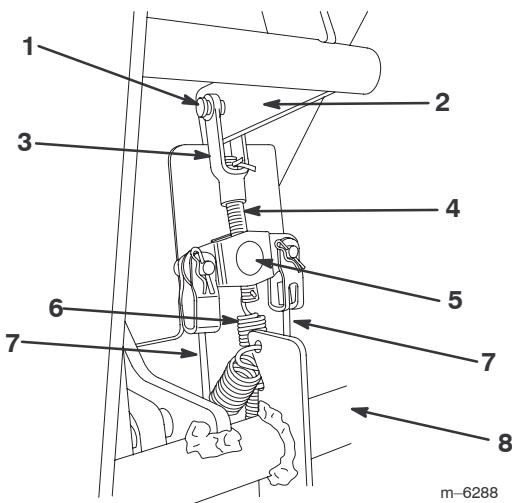

Bild 31
2. Treten Sie leicht auf das Bremspedal (44,5-67 N), bis Sie einen Widerstand spüren. Prüfen Sie den Abstand zwischen dem Bremspedal, wie in Bild 31 dargestellt, und dem Anschlag, um den Abstand zu ermitteln, um den Bremsausgleich eingestellt werden muss.
3. Nehmen Sie den Stift ab, mit dem der Lastösenbolzen der Bremsstange befestigt ist (Bild 31).
4. Nehmen Sie die Feder vom Ende der Bremsstange ab (Bild 31).
6. Drehen Sie die Bremsstange in den Bremsausgleich ein oder heraus, um das Spiel von den Bremskabeln zu entfernen (Bild 31). Ziehen Sie die Kabel nicht zu fest an.
7. Setzen Sie die Feder in das Loch an der Bremsstange ein (Bild 31).
8. Verbinden Sie den Lastösenbolzen der Bremsstange mit dem vorher entfernten Lastösenbolzen und dem Splint an der Bremsstange (Bild 31).